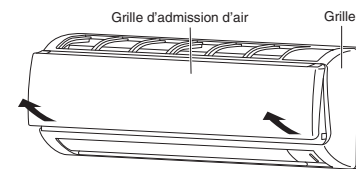

Fig. 3-40
- (1) Tenir les deux extrémités de la grille d'arrivée d'air et l'enlever en ouvrant vers l'avant et en tirant vers soi. (Fig. 3-40)